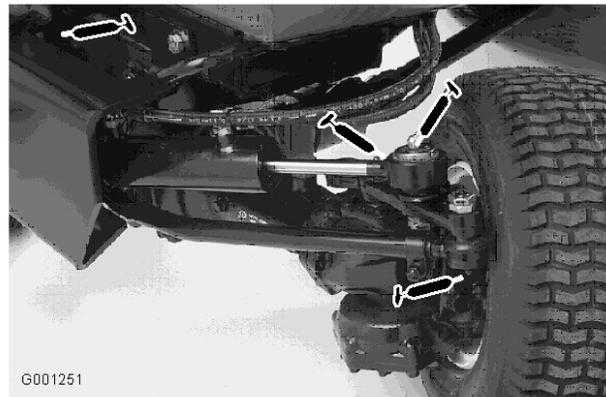

図 44
- ・ タイロッドの端部 (2か所) (図 44)
- ・ シリンダ・ロッドの端部 (2か所) (図 44)
- ・ ステアリングのピボット (2か所) (図 44)
- ・ アクスルのピボットピン (図 44)